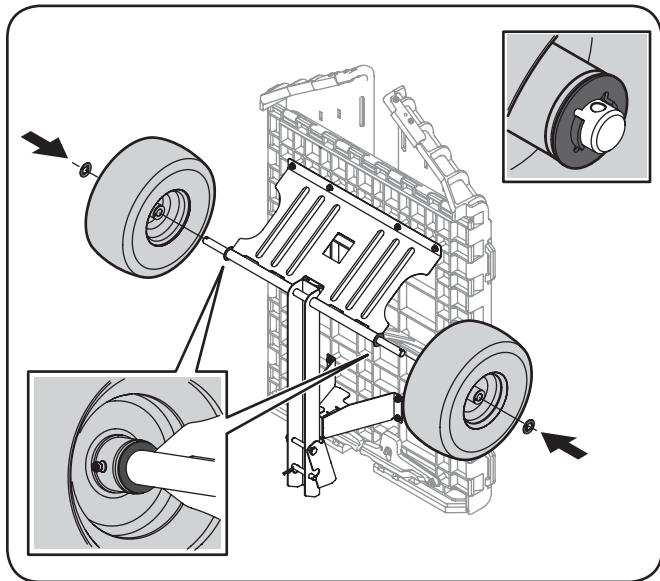

Figure 3-3
- Installez la rondelle plate (de l'ensemble de quincaillerie), la roue et la rondelle à bride (de l'ensemble de quincaillerie) sur l'essieu. Voir Figure 3-3. Assurez-vous que la tige sur la jante de la roue pointe vers l'extérieur.